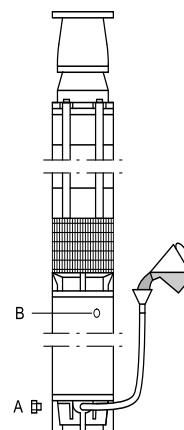

Fig. 4
1. Colocar a bomba submersível tal como se exemplifica na fig. 4.
2. Remover o parafuso (A) do orifício de enchimento e introduzir o tubo com o funil fornecidos com o motor no orifício.
3. Remover o parafuso de purga de ar (B) para possibilitar a saída de ar do motor.
5. Parar de encher o motor. Retirar o recipiente de enchimento. Retirar o tubo e o funil, e colocar de novo o parafuso de purga (B). Colocar novamente o parafuso (A) no orifício de enchimento apertando bem.